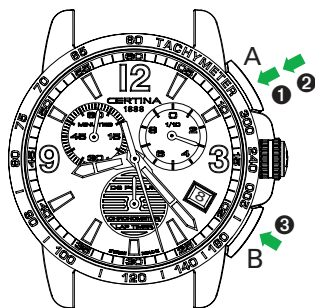

Рис. 1
**Считывание показаний (см. рис. 1)**
**Считывание показаний 1 (см. рис. 1)**